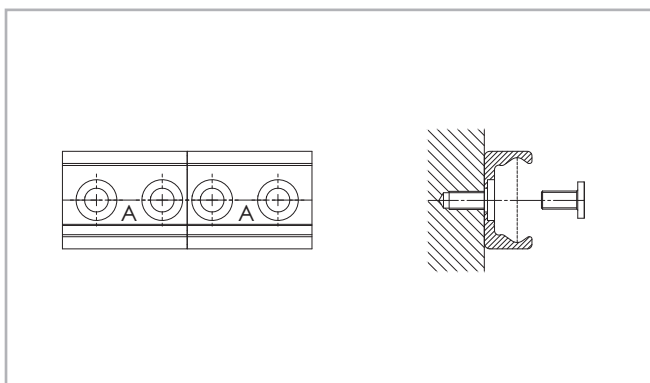

Рис. 117
(1) предварительно прикрепить сегменты составной направляющей к несущей поверхности, ввернув в отверстия все крепёжные винты, кроме самых крайних винтов, наиболее приближённых к участкам стыковки сегментов друг с другом, и лишь слегка притянув эти сегменты к поверхности ввёрнутыми винтами;
(2) ввернуть эти крайние крепёжные винты без их затяжки (см. Рис. 117);
(3) установить на участок стыковки соединительное устройство, и равномерно затягивать его регулировочные винты до тех пор, пока не будет достигнута точная относительная приводка рабочих поверхностей обеих совмещаемых сегментов составной направляющей;
(4) завершив вышеуказанный процесс регулировки стыкуемых сегмента по положению, обязательно убедиться, что и после регулировки оба сегмента равномерно прилегают к несущей поверхности. В случае, если между сегментами и несущей поверхностью образовались зазоры, в них следует установить жёсткие прокладки;
(5) чрезвычайно важно, чтобы на участке стыковки сегментов направляющие были жёстко прикреплены к несущей конструкции! В случае их неплотного прилегания, после взаимной приводки, непосредственно к несущей поверхности их обязательно следует прикрепить к этой поверхности через жёсткие прокладки!
(6) ввести ключ через предусмотренные в соединительном устройстве отверстия, и надёжно затянуть винты, приближённые к участкам стыковки отрегулированных сегментов;
(7) если остальные крепёжные отверстия, предусмотренные в отрегулированных сегментах составной направляющей, представляют собой отверстия с зенковкой типа "V", затянуть оставшиеся крепёжные винты номинальным усилием затяжки поочерёдно, начиная с наиболее приближённых к участкам стыковки и перемещаясь по направлению к серединам сегментов. Если же остальные крепёжные отверстия, предусмотренные в отрегулированных сегментах составной направляющей, представляют собой отверстия с цилиндрической зенковкой, то в процессе затяжки винтов следует принимать дополнительные меры по точному выставлению всех участков сегмента по положению, приводившиеся в разделе "Installing the single rail" применительно к направляющим с цилиндрической зенковкой отверстий;
(8) удалить с участка стыковки соединительное устройство.